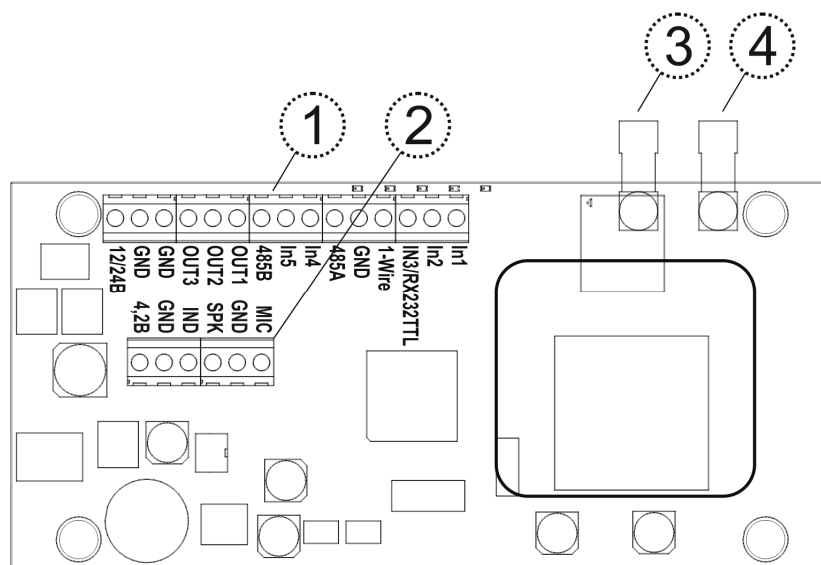

Рисунок 5 – Описание клеммных колодок для
- (1) – Разъем подключения ГЛОНАСС, GPS или ГЛОНАСС/GPS антенны, тип SMA-FEMALE
- (2) – Разъем подключения IRIDIUM антенны, тип SMA-FEMALE
- (3) – Индикаторы состояния работы прибора и выбранной SIM карты. Описание состояния смотрите в Таблице 8 и 9.
- (4) – Кабельный ввод для подключения питания и периферии, Рисунок 5.
- (5) – Разъем компьютерного интерфейса USB, для конфигурирования, смены микропрограммного обеспечения (прошивки).
Подключение питания, датчиков и прочей периферии осуществляется внутри корпуса прибора. Для этого необходимо отвернуть 4 крепежных болта и извлечь процессорную плату устройства из корпуса. Смотри Рисунок 5. На плате расположено два интерфейсных разъема: